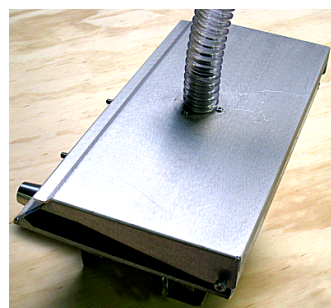

FIGURA 2
2. L'altra estremità del tubo rosso è collegata al generatore di vuoto come mostrato in Figura 2. Fissare il tubo con la fascetta fornita.
4. Il tubo flessibile in materiale trasparente viene spinto sul tubo situato sul coperchio della tramoggia di alimentazione. Se il tubo avanza con resistenza, è possibile utilizzare un po' d'acqua per lubrificarlo. Non utilizzare altri lubrificanti. Figura 2.